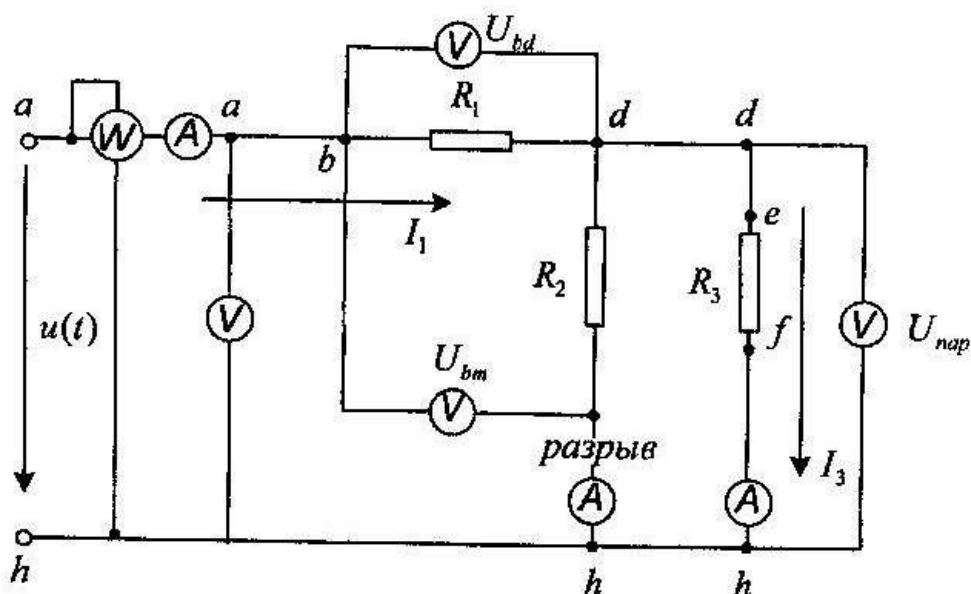

Рис. 4.2. Расчетная схема для нулевой гармоники
4.2, ветвь 2). Поэтому для нулевой гармоники исходная схема может принять вид, приведенный на рис. 4.2.
Для определения сопротивлений для нулевой гармоники необходимо воспользоваться расчетной схемой рис. 4.2.
Для нулевой гармоники вторая ветвь разомкнута (рис. 4.2), поэтому $Z_{\text{пар}} = R_{\text{пар}} = R_3$.
Для нулевой гармоники вторая ветвь разомкнута (см. рис. 4.2), поэтому $Z_{\text{вх}} = R_{\text{вх}} = R_1 + R_3$.
Для нулевой гармоники вторая ветвь разомкнута (см. рис. 4.2), поэтому $I_{вх} = U_0 / R_{вх}$.
Для нулевой гармоники вторая ветвь разомкнута (см. рис. 4.2), поэтому $U_{пар} = I_1 R_{пар} = I_1 R_3$.
Для нулевой гармоники вторая ветвь разомкнута (см. рис. 4.2), поэтому $U_{пар} = U_0 - I_1 R_1$.
Для нулевой гармоники вторая ветвь разомкнута (см. рис. 4.2), поэтому $I_2 = 0$ (разрыв цепи), $I_3 = U_{нар} / R_3 = I_1$.